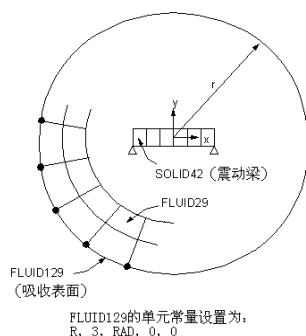

图 11-5 吸收单元的应用
(2) 材料属性 声波单元需要密度 (DENS) 和音速 (SONC) 作为材料属性，其中 FLUID129 和 FLUID130 只需要音速。如果在流固界面存在声音吸收，则可以用 MU 来设置边界条件 β (吸收系数)。 β 的值通常可以从实验中测得。对于结构单元类型需要设置杨氏模量 (EX)、密度 (DENS) 和泊松比 (PRXY 或 NUXY)。
(3) 单元常量 当使用 FLUID129 和 FLUID130 单元类型时，有限元单元网格的边界必须是圆形 (平面和轴对称) 或球形 (三维) 的，并且有限区域内圆形或球形的半径必须设置为常数 RAD，如图 11-5 所示。圆形或球形的中心点通常也被设为常数。